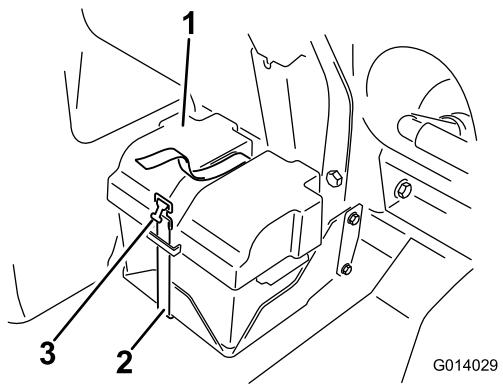
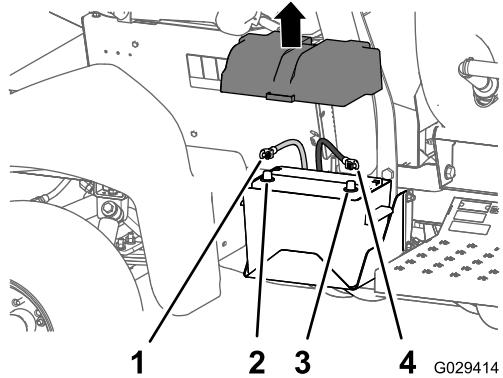

Figura 2
Figura 3
- Retire la tapa de la batería y desconecte el cable negativo (negro – tierra) del borne de la batería (Figura 2) y (Figura 3).
2. Desconecte el cable positivo (rojo) del borne de la batería (Figura 3).